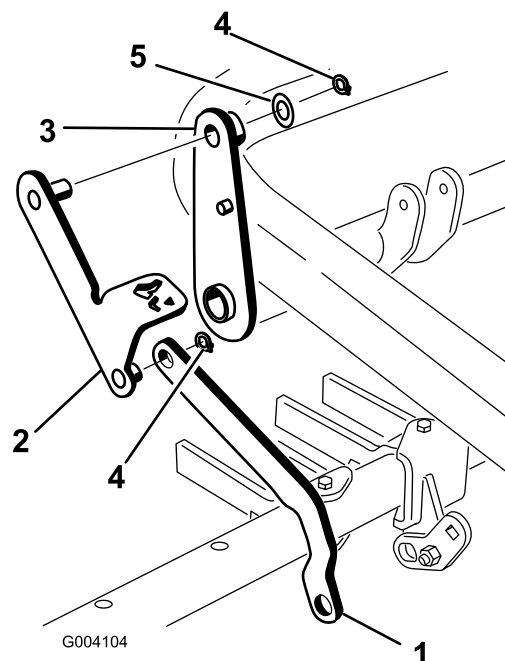

Figura 14
gruppo leva del pedale e fissarla con un anello di ritenuta (Figura 14).
- Montare il supporto sull'altra estremità del gruppo leva del pedale attraverso la parte superiore del gruppo leva e bloccarlo con una rondella (7/8 pollice) e un anello di ritenuta (Figura 14).